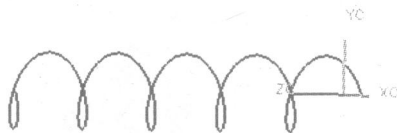

图 1-24 螺旋线示意图
- 定义【转数】=5，【螺距】=2，【旋转方式】为【右手】，单击【确定】按钮，输出如图 1-24 所示的螺旋线。